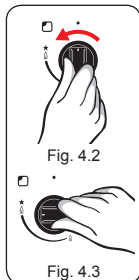

Fig. 4.2
1. Aperte e gire o botão no sentido anti-horário (para a esquerda) até a Estrela (Fig. 4.2).